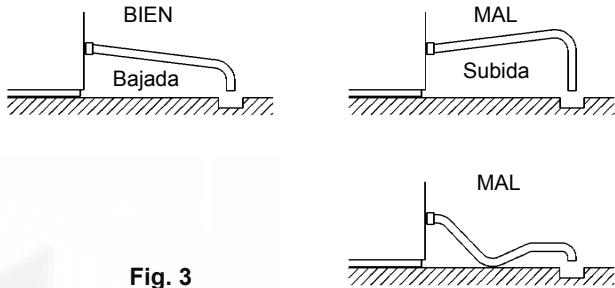

Fig. 3
- * Para evitar una contracorriente en la cubeta de almacén, el tubo de salida debe instalarse como se indica en la fig. 3.
- 3) Instalar la tubería de salida flexible gris (accesorio) en accesorio R3/4 de la parte trasera del productor según se ha indicado, y comprobar el ajuste de la arandela de goma antes de apretar manualmente la unión. Podrá cortarse la tubería según sea necesario para adecuarla a la posición del desagüe principal (fig. 3).